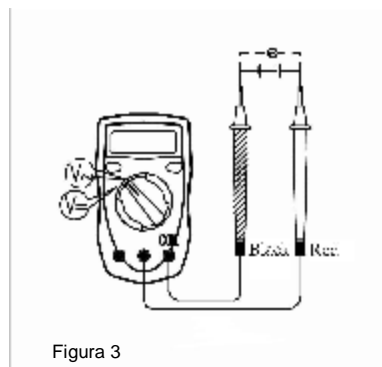

Figura 3
A. Tensione DC (figura 3)
B. Tensione AC (figura 3)